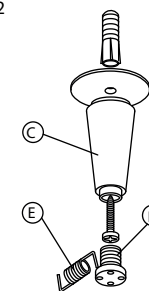

Fig.4
5. Collocare la tela, mettendo i fori F agli stremi della molla fig 4.
5. Placer la toile en mettant les trous F aux extremités du ressort fig 4.
5. Colocar la tela metiendo los agujeros F en los extremos del muelle (fig 4).